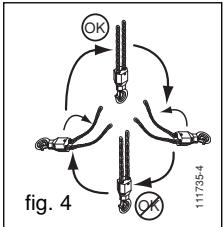

fig. 4
2. Kontrollera att lyftkättingen inte har vrudit sig vid installationen. Detta gäller framför allt versionen med två löpare (se fig. 4).